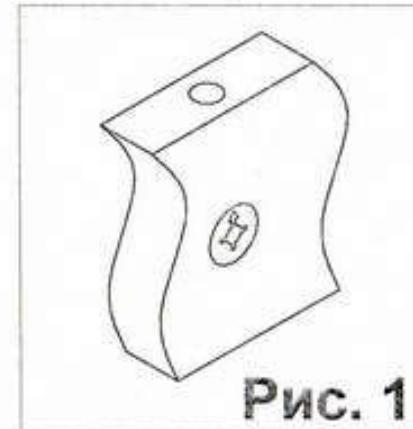

Рис. 1
Далее положить каркас ящика на заднюю стенку Ф1 и забить шканты (1) в соответствующие торцевые отверстия на боковинах ящика, Ф4 и Ф5 и вставить стяжки растекс (12) (см.рис.1).